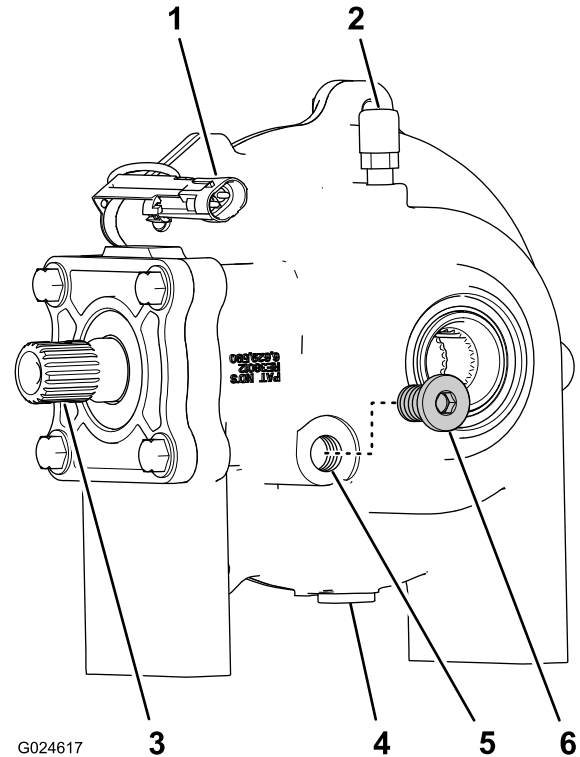

Bild 25
1. Stellen Sie das vordere Differenzial auf eine ebenen Fläche (Bild 25).
2. Entfernen Sie die Schraube von der Sichtschrauben-Anschlussstelle im Gehäuse des Differenzials (Bild 25).
Hinweis: Der Ölstand im Differenzial sollte an der Unterseite des Gewindes in der Anschlussstelle für die Sichtschraube sein (Bild 25).
- Wenn der Ölstand niedrig ist, füllen Sie langsam Öl der angegebenen Sorte durch die Anschlussstelle für die Sichtschraube in das Differenzial ein (Bild 25).
- Lassen Sie bei einem zu hohen Ölstand Öl von der Anschlussstelle für die Sichtschraube ablaufen (Bild 25).
3. Setzen Sie die Sichtschraube in die Anschlussstelle für die Sichtschraube im Differential ein (Bild 25).
1. Reinigen Sie die Keile an der vorderen Ausgangswelle des Getriebes und an der Antriebswelle des Differenzials (Bild 25 und Bild 28).